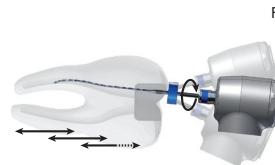

Fig. 3
5. Utilice la XP-FR durante 30 segundos, realizando movimientos longitudinales lentos y suaves de 7-8 mm con el fin de tratar toda la longitud del conducto (Fig. 3). Realice pequeños movimientos pluridireccionales y evite retirar la lima del conducto.
5. Utilizzare l'XP-FR per 30 secondi, eseguendo movimenti longitudinali lenti e delicati di 7-8 mm per arrivare a contatto con l'intera lunghezza del canale (Fig. 3). Esegui piccoli passaggi multidirezionali ed evitare di rimuovere la lima dal canale.
5. Utilize a XP-FR durante 30 segundos, efetuando movimentos longitudinais lentos e suaves de 7-8 mm, de modo a que a lima entre em contacto com todo o comprimento do canal (Fig. 3). Execute pequenos movimentos multidirecionais e evite retirar a lima do canal.